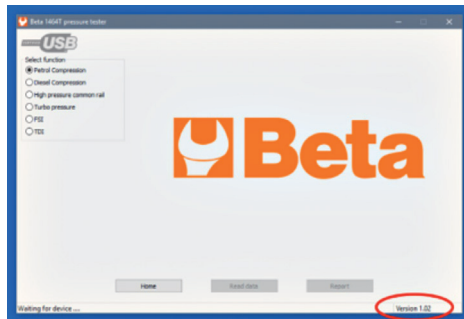

Fig. 1
- Vérifier que la version du logiciel du PC soit la version 1.2 ou supérieure. Si la version du logiciel du PC est une version inférieure, exécuter le logiciel pour qu'il se mette à jour automatiquement; après avoir lancé le logiciel, attendre une minute environ pour faire télécharger le nouveau logiciel du PC; au lancement suivant du logiciel, la nouvelle version résultera installée. (La version est visible dans l'coin en bas à droite de la fenêtre. Cf. fig. 1).